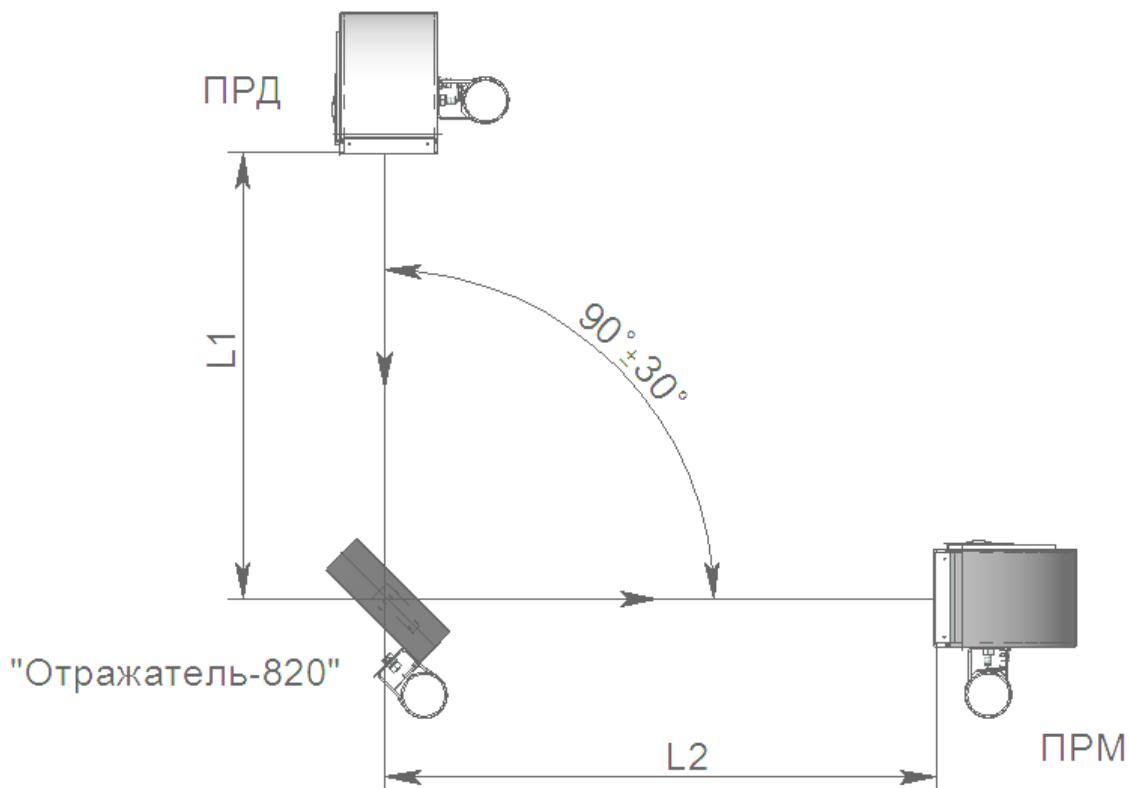

Рисунок 10.1
10.2 При работе с «Отражателем-820» суммарная длина зоны обнаружения  $L_1+L_2$  (где  $L_1$  – расстояние между ПРД и отражателем,  $L_2$  – расстояние между отражателем и ПРМ, см. рисунок 10.1) не должна превышать 70 м.